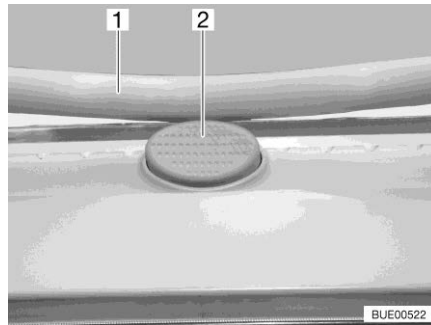

Bild 119 Låsknapp (Heki-taklucka)
- Tryck på låsknappen (Bild 119,2) och dra ner bygeln (Bild 119,1) med båda händerna.
- Tryck bygeln uppåt med båda händerna tills bygeln ligger ovanför låsknappen (Bild 119,2).